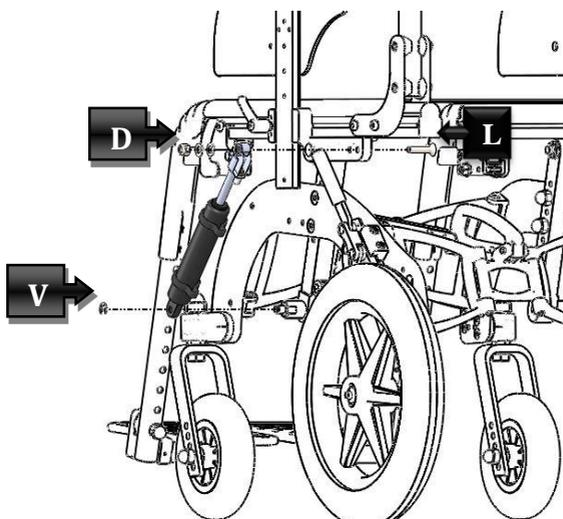

Figura 48
Desparafuse completamente o parafuso (L) evidenciado na Figura 48 com uma chave para parafusos com sextavado interno (allen) de 5 mm, mantendo segura a porca (D) com uma chave para parafusos de cabeça sextavada de 13 mm. A seguir, retire o anel de retenção seeger (V) com um a pinça seeger e extraia a mola a gás. Depois da nova mola a gás ter sido inserida, certifique-se de que coloca o anel de retenção seeger e de que aperta o parafuso corretamente.